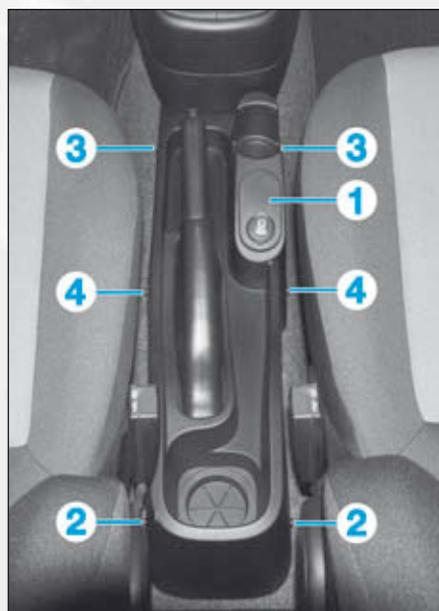

FIG.1
- Dégrafer le support d'allume-cigares et prise 12V (1) selon équipement (Fig.1).
- Déposer les vis arrière (2) de la console centrale.